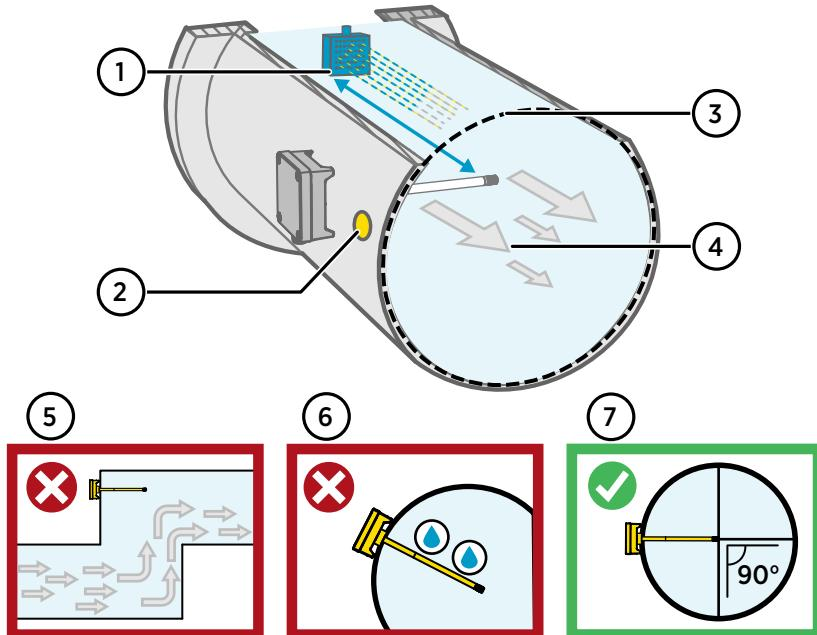

図 75 ダクト取り付けの概要
- オプション: 変換器の取り付け穴から約 30cm (12 インチ) 離れた場所に、ドリルを使って基準測定用の別の穴をあけます。「図 75 \(ページ 120\)」を参照してください。